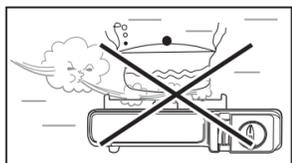

Fig. 1
- Не используйте печь на ветру (смотрите рис.1);